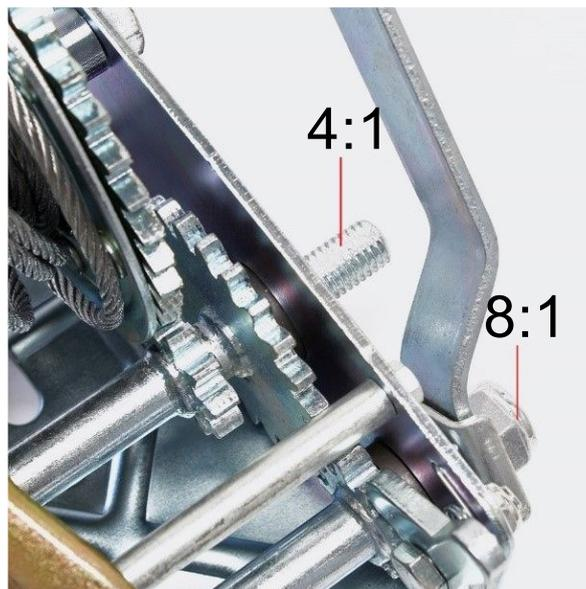

Fig. 1
- Attenzione!** I modelli di verricello 30212 e 30213 hanno due perni dell'asse per il posizionamento della manovella. Montarli in modo che corrispondano al rapporto di trasmissione desiderato (vedi fig. 1).